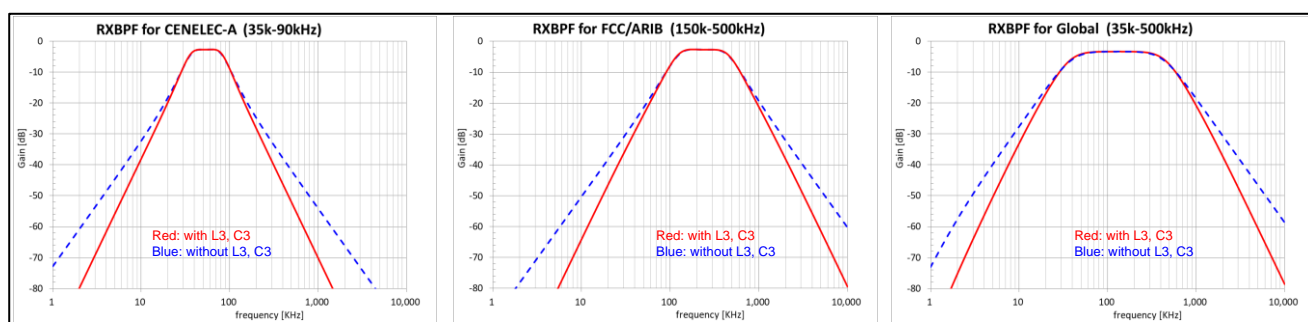

Figure 3-8 RX-BPF の周波数特性例
- RX-BPF の周波数特性例を Figure 3-8 に示します。